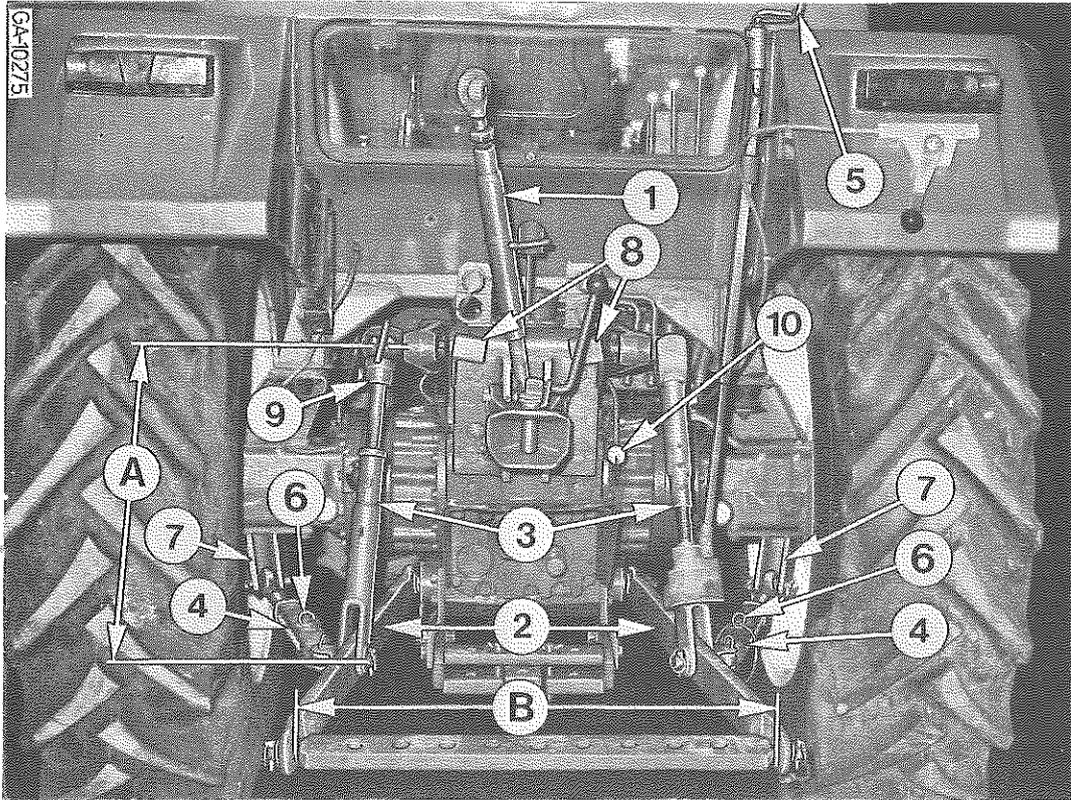

Figure 37
Lorsque vous utilisez une remorque à freinage hydraulique, branchez les tuyauteries au raccord (10) Fig. 37.
- Réglez la longueur (A) des tringles de relevage (3) - Fig.37.
Si l'outil porté est une charrue, réglez la longueur de la barre du 3ème point (1) - Fig. 37 - de sorte que les corps de charrue avant et arrière opèrent à la même profondeur.